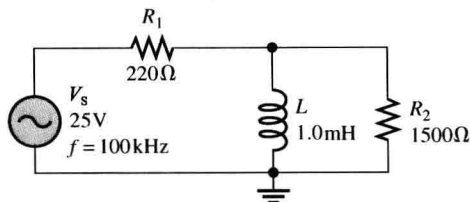

图 12-54
23. 求图 12-54 中各个元件两端的电压。
24. 试问图 12-54 中的电路是倾向于电阻性还是电感性？
25. 求图 12-54 中各个支路的电流和总电流。
29. 求图 12-54 中电路的 P_{true} 、 P_r 、 P_a 和 PF ，画出功率三角形。